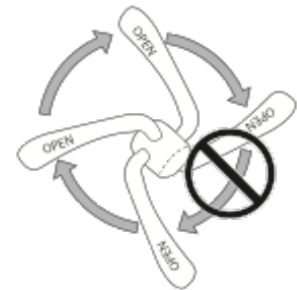

図 11.
- レバーを蝶ナットのように回転させて締めつけないでください(図11)。十分なホイール固定力が得られません。